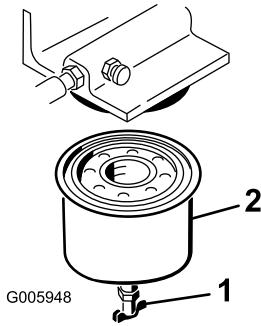

Bild 31
4. Öffnen Sie das Abflussventil (Bild 31) und lassen Sie den Kraftstoff aus dem Kraftstofffilter in einen geeigneten Behälter ablaufen; entsorgen Sie ihn vorschriftsmäßig.
5. Entfernen Sie den Kraftstofffilter mit einem Filter-Schraubenschlüssel (Bild 31).